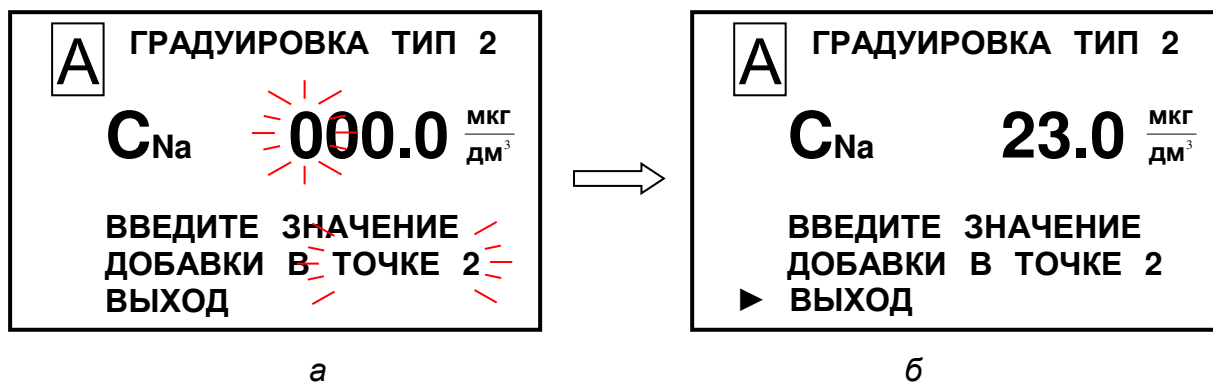

Рисунок 3.27
- 23 Ввести на экране (рисунок 3.27а) значение 23,0 мкг/дм³.
- 24 Установить маркер «►» на строку ВЫХОД (рисунок 3.27б) и нажать кнопку «МЕНЮ ВВОД». Появится экран в соответствии с рисунком 3.28.